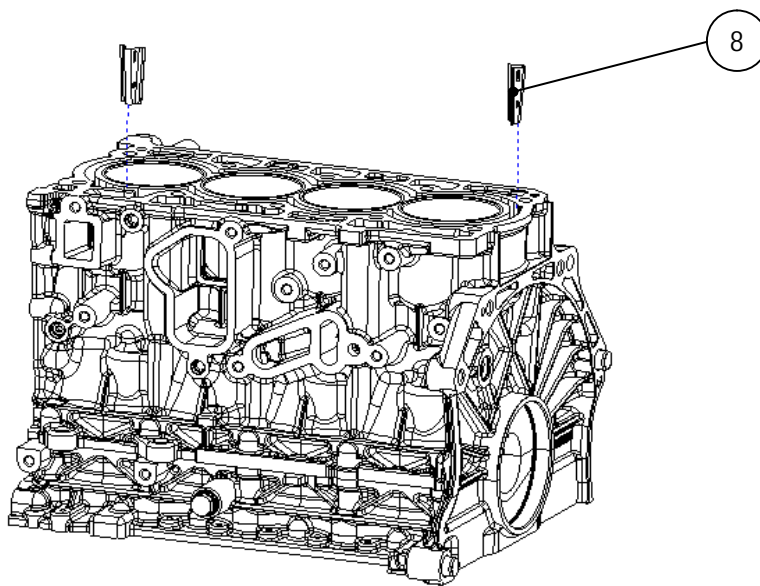

图 A-4 水套节流挡板装配
将两个水套节流挡板⑧按小头朝下分别压入到气缸体①的相对应的位置上,如图 A-4 所示。水套节流挡板压装深度见表 A-4。